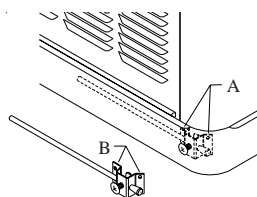

Fig. 2
- Quite los tornillos de la esquina de la bandeja (A-fig. 2).
- Coloque la ménsula en la esquina de la bandeja usando los dos agujeros de la parte superior de la ménsula (B-fig. 2) y los dos tornillos que antes había quitado.